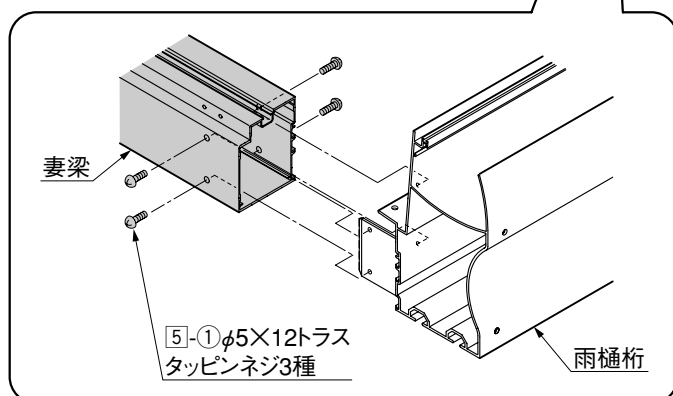

図6-3
- ② 指定の箇所に必ず、シーリングをしてください。(図6-3、図6-4参照)